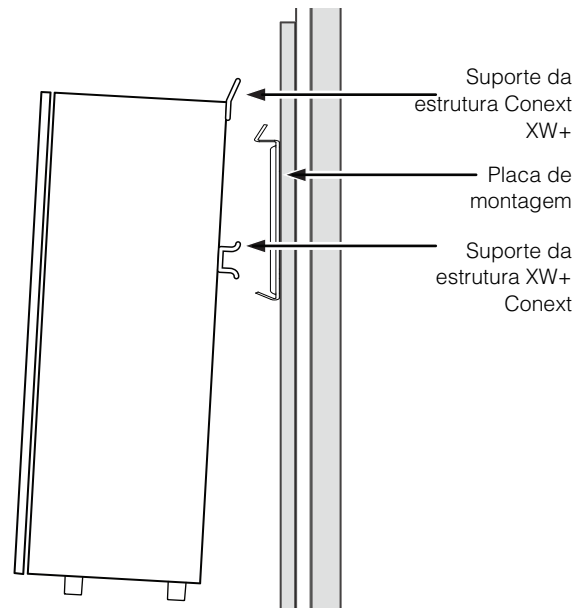

Figura 2-7 Montagem na parede do Conext XW+
1. Alinhe o flange na parte traseira da estrutura do Conext XW+ com a borda inferior da placa de montagem, conforme indicado no Figura 2-7.